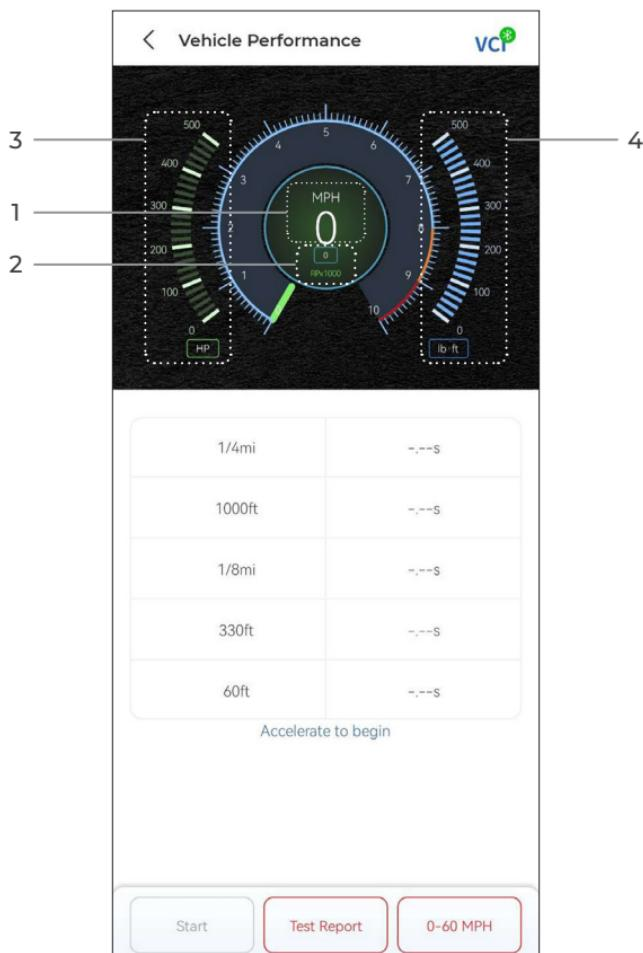
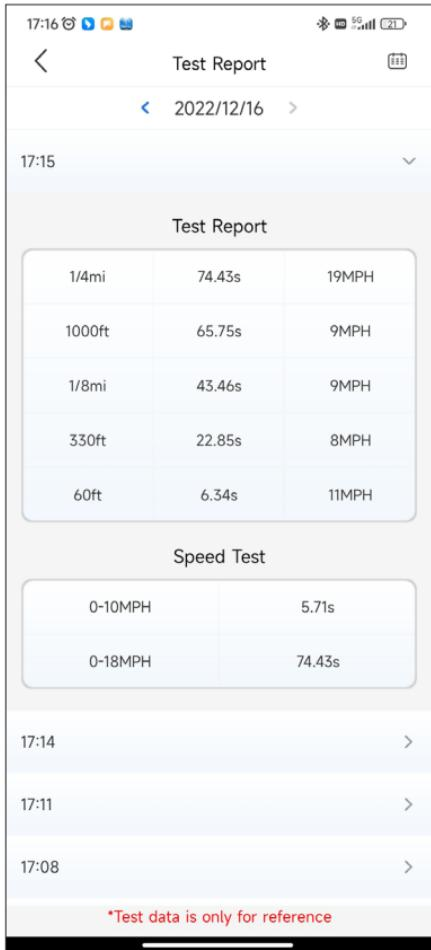

Figura 4-18
Figura 4-21
**Resultados do teste de 1/4 de milha** - registra o tempo decorrido para um veículo percorrer uma certa distância (60 pés, 330 pés, 1/8 de milha, 1000 pés, 1/4 de milha) e a velocidade instantânea em cada ponto (consulte a Figura 4-18 e a Figura 4-21).
para um veículo acelerar até uma velocidade específica (consulte a Figura 4-21).